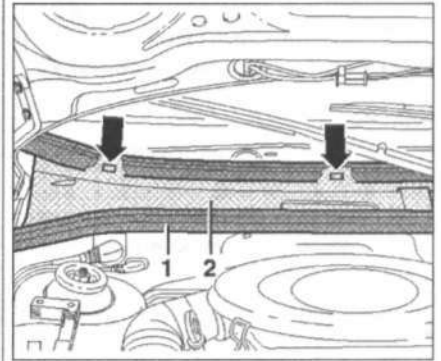

Рис. 13.67. Снимите резиновое уплотнение 1 и отцепите крышку 2 водоотвода (стрелки).
20. Снимите резиновое уплотнение 1 и отцепите крышку 2 водоотвода (стрелки) (рис. 13.67).